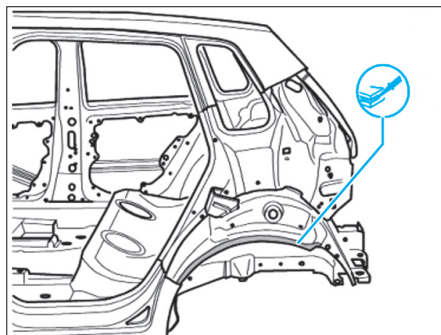

FIG. 110
- Préparer la zone de collage (Fig.110).